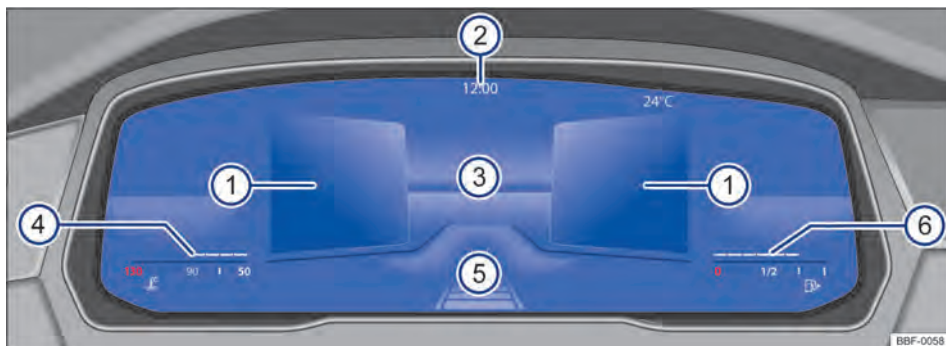

Fig. 12 Active Info Display (variante 2) no painel de instrumentos.
Explicações sobre os instrumentos → **Fig. 12:**
A exibição principal → **Fig. 12** ③ pode ser alterada pressionando o botão **(View)** no volante multifunções. A representação na área de indicação pode exibir as seguintes vistas:
- **Resumo:** após o encerramento da prontidão para condução: exibição de informações sobre o status do veículo nas áreas ①, por exemplo, posição do hodômetro total.